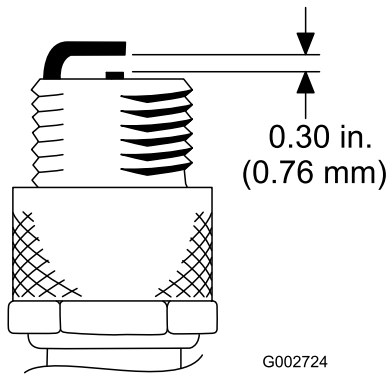

Figura 27
4. Ajuste el hueco entre los electrodos central y lateral a 0,76 mm (Figura 27). Tras ajustar correctamente los electrodos, coloque la bujía con su junta y apriétela a 23 Nm. Si no utiliza una llave dinamométrica, apriete la bujía firmemente.